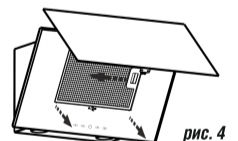

рис. 4
- 6.1.1 Перед установкой вытяжки снимите алюминиевый фильтр (рис. 4). Предварительно откройте стеклянную откидную панель:
- потяните за нижний край откидной панели, как показано на рис.4 и откройте ее;
8.3 Для очистки алюминиевого фильтра извлеките его из вытяжки (рис.4, 4А). Произведите очистку фильтра с помощью щетки горячим водным раствором нейтрального моющего средства вручную или в посудомоечной машине (при 60°C). Сильно загрязненный фильтр не следует мыть в посудомоечной машине вместе с посудой. Старайтесь не сгибать фильтр при мойке. Возможное изменение цвета фильтра, с течением времени, не приводит к снижению эффективности его действия.